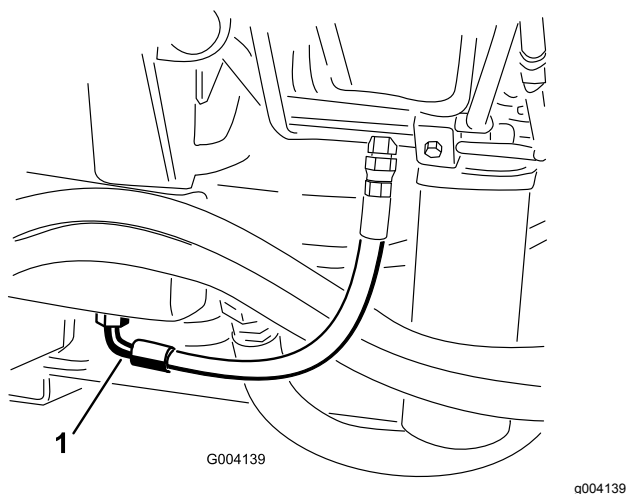

Figura 88
2. Coloque um recipiente de escoamento grande debaixo da união presa à parte de baixo do reservatório do fluido hidráulico (Figura 88).